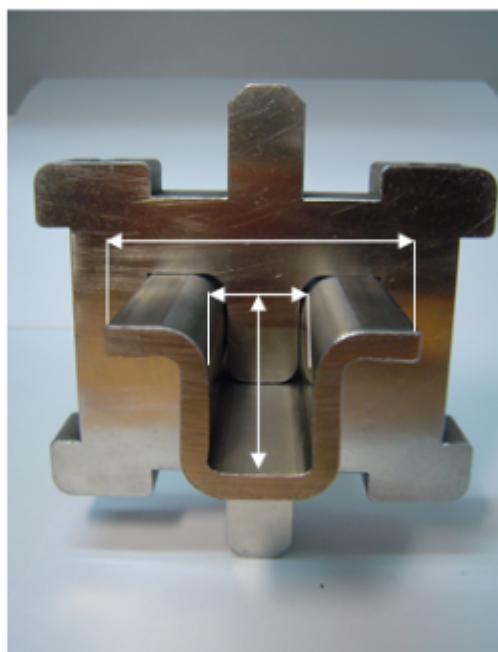

Bild Nr.4 Ermitteln Gesamtgeometrie, einschließlich Profiltiefe u. Innenmaß.
3. Bild Nr.4: Gesamtgeometrie einschließlich Profiltiefe u. Innenmaß (GR). Die Lehre muss leicht über das Profil gehen. Lässt sich die Lehre über das Profil stecken? Läuft der Zapfen leicht und sauber im Profil?